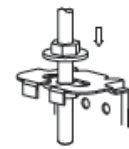

Fig. 5-7
- Fixati bine aparatul de aer conditionat prin strangerea piulitelor, dupa ce ati reglat corect pozitia unitatii. (*consultati fig. 5-7*)